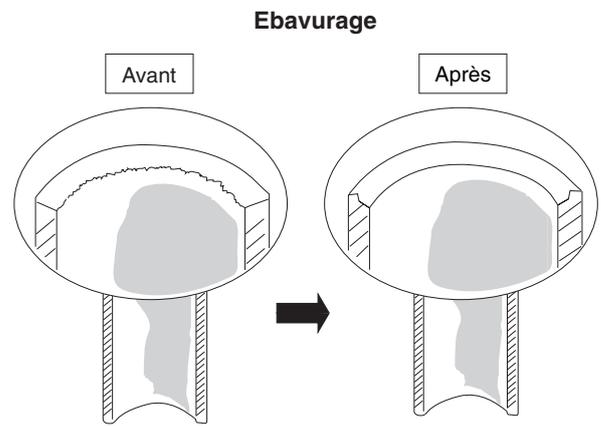

Fig. 7-1
- (1) Découpez le tube cuivre selon la longueur désirée à l'aide d'un coupe-tube. Il est préférable de prévoir une longueur excédentaire de 30 à 50 cm par rapport à la longueur de tube estimée.
- (2) A l'aide d'un ébavureur, éliminez les bavures à l'extrémité du tube cuivre. Cette étape est importante et doit être exécutée soigneusement pour obtenir un bon évasement. (Fig. 7-1)